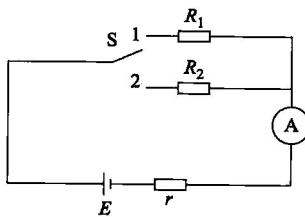

图 1-4 【例 1-1】电路
**【例 1-1】** 如图 1-4 所示的电路中,  $R_1 = 14.0\Omega$ ,  $R_2 = 9.0\Omega$ , 当开关 S 扳到位置 1 时, 电流表的示数为  $I_1 = 0.20A$ ; 当开关 S 扳到位置 2 时, 电流表的示数为  $I_2 = 0.30A$ , 求电源的电动势和内电阻。